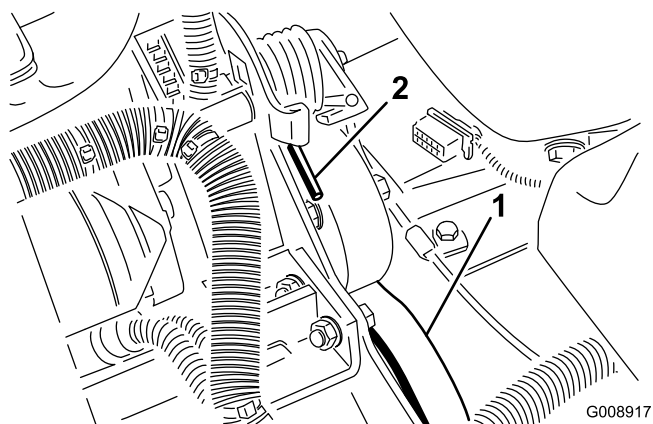

Figure 57
- Appuyez sur l'extrémité du ressort (Figure 57) et poussez-la vers l'avant pour décrocher le ressort du support et le détendre.